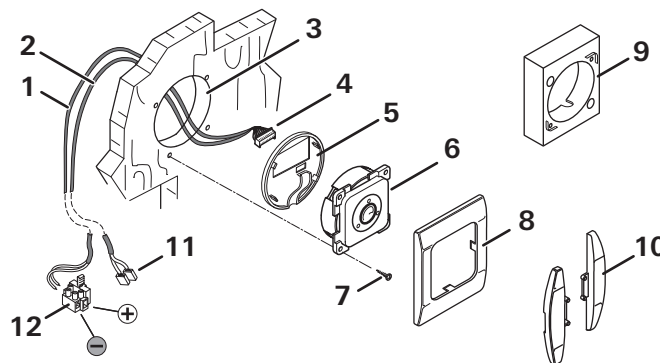

Bild 3
- ▶ Montera manöverenheten (Bild 3) på en lämplig och väl synlig plats.